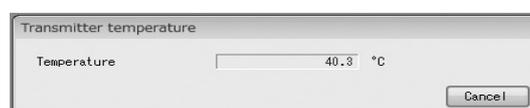

図162
- ⑧ 「Transmitter temperature log」のウィンドウを閉じる場合は「Cancel」をクリックしてください。
- ① メニューの「Maintenance(M)」>「Maintenance transmitter」>「Transmitter temperature」をクリックします。
- ② 図162のようなウィンドウが現れ、現在の変換器内部温度を表示します。温度を確認したら、「Cancel」ボタンをクリックし、「Transmitter temperature」を終了してください。